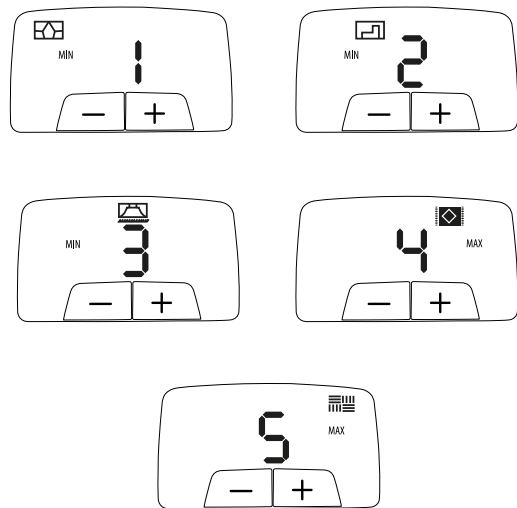
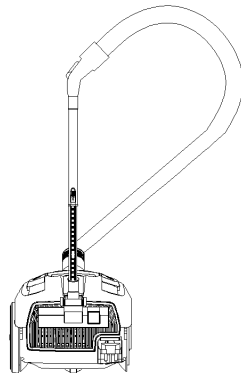

Рис. 1
Рис. 3
- Vor dem Wegnehmen des Staubsaugers zur langen Aufbewahrung reinigen Sie das Staubsaugergehäuse, den Staubbehälter (15), das HEPA-Filter (21) und das Einlassfilter (16).
- Zwecks bequemer Aufbewahrung des Staubsaugers benutzen Sie die Bürstenaufbewahrungsstelle (19) (Abb. 3).
26), а также с входным фильтром (16) и выходным НЕРА-фильтром (21).
- Для включения пылесоса нажмите на клавишу включения/выключения (20).
- Во время уборки Вы можете регулировать мощность всасывания с помощью ручного регулятора мощности всасывания (6), расположенного на ручке гибкого шланга (5)) и кнопками регулировки мощности всасывания «+/-», при этом на дисплее (17) цифровыми символами «1-2-3-4-5» будет отображаться уровень мощности всасывания, оптимальное соотношение мощности всасывания и тип поверхности для уборки, указывается символами в верхней строчке дисплея (17) (рис. 1).
- По окончании уборки выключите пылесос, нажав на клавишу включения/выключения (20), выньте вилку шнура питания из электрической розетки.
- Для сматывания сетевого шнура нажмите на клавишу (18), во время сматывания шнура питания, придерживайте его.
- Если во время уборки необходимо сделать перерыв, выключите пылесос нажав на клавишу (20), устано-
вите щётку (1) в место «парковки» щётки (19) (рис. 3).